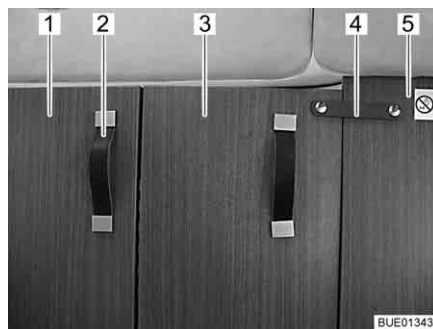

Fig. 50 Separazione cabina di guida, chiusa
- Tirare completamente verso l'interno la separazione cabina di guida (Fig. 50,1) dall'impugnatura (Fig. 50,2).
- Fissare la parte ribaltabile della separazione cabina di guida (Fig. 50,3) con la reggetta di sicurezza (Fig. 50,4) sulla parete intermedia fissa (Fig. 50,5) dietro il sedile del passeggero.